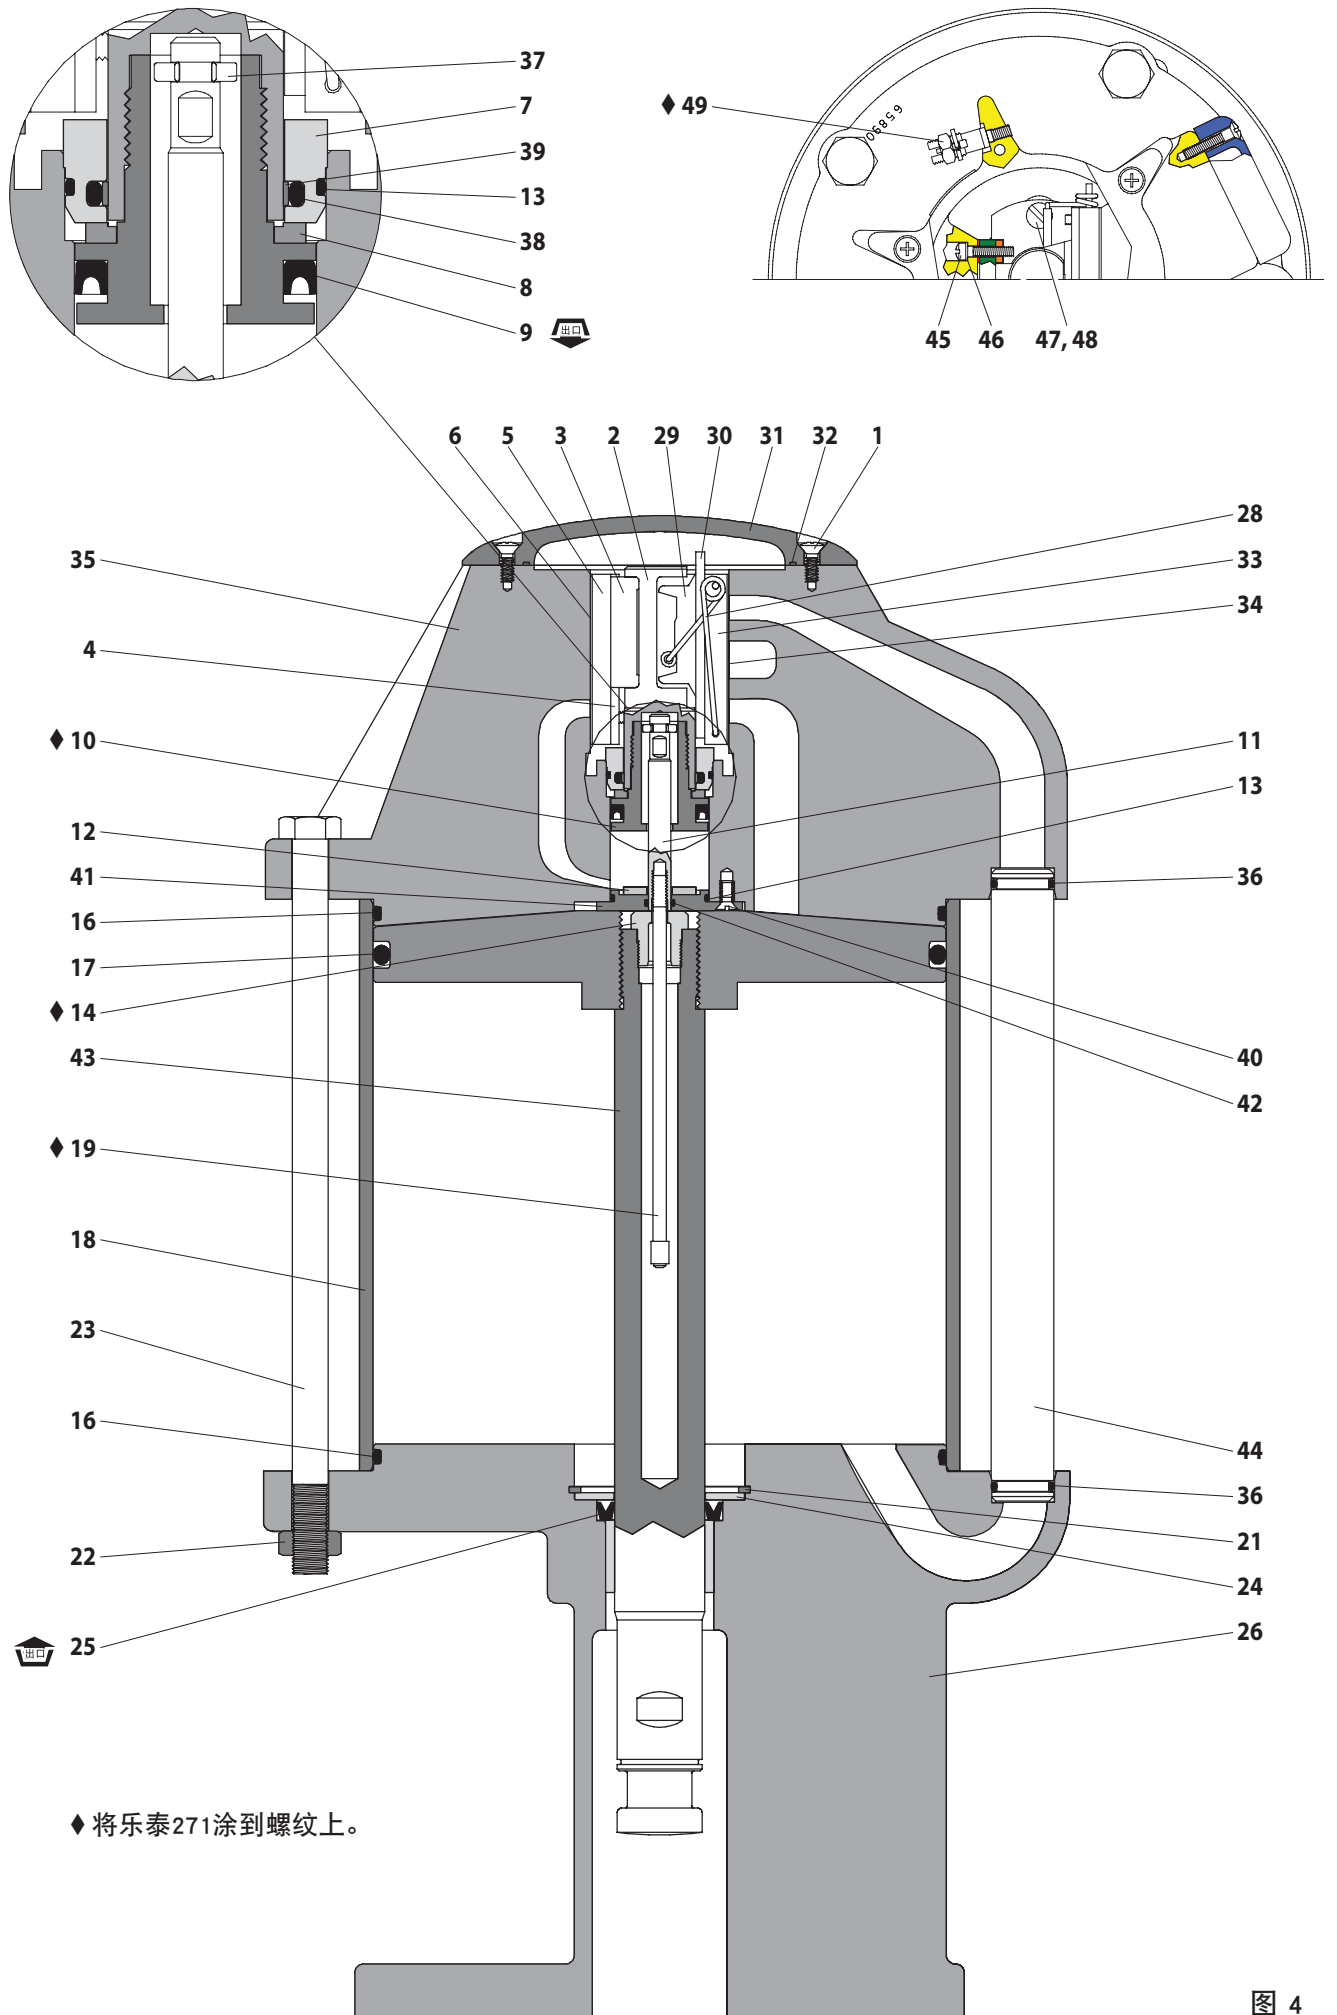

图 4
46. 将 (32) 密封垫完全涂上润滑脂，并将其安装到 (31) 马达盖中。
47. 将 (31) 马达盖置于 (35) 马达头组件上，用六个 (1) 螺钉固定 (见图4)。